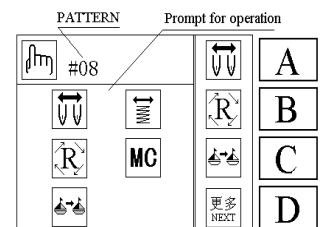
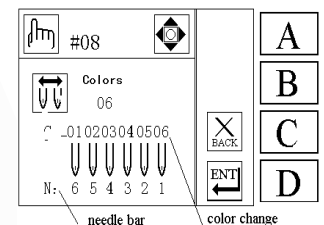

Fig. 6.1.1
Fig. 6.1.2
No estado de espera, defina a ordem de mudança automática de cor. Enquanto está sendo mostrado no estado de espera a Fig.3.3, pressione a tecla  uma vez para mostrar a Fig.6.1.1.
2. Na Fig.6.1.1, pressione a tecla **A** uma vez para mostrar a Fig.6.1.2. Pressione a tecla  uma vez para voltar ao estado de espera (Fig.3.3).
3. Na Fig.6.1.2, pressione as teclas de direção  e  para mover o cursor sobre a mudança de cor na ordem correspondente. Pressione as teclas de direção ou numéricas para inserir o código da barra da agulha da mudança de cor.
4. Na Fig.6.1.2, pressione a tecla **D** para fixar a mudança de cor na barra da agulha, retornando automaticamente à tela da etapa 2 (Fig.6.1.1).
Pressione a tecla **C** para cancelar o valor dos dados que foram fixados, voltando automaticamente à tela da etapa 2 (Fig.6.1.1).